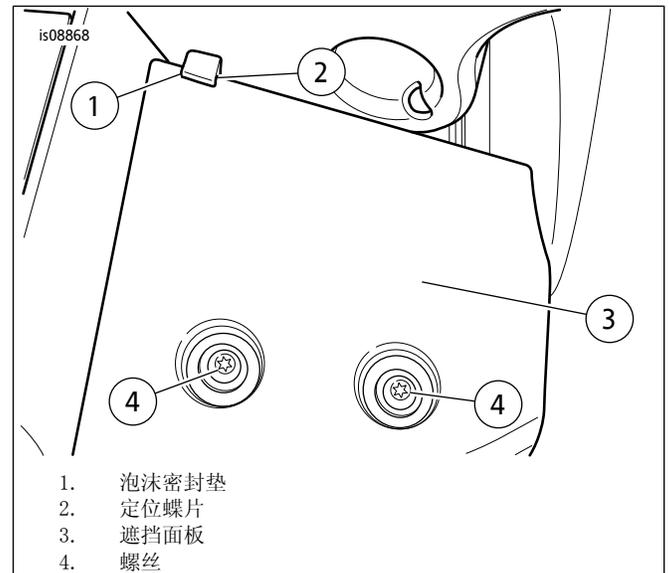

图9。遮挡面板和定位蝶片泡沫
10. 参见图9。沿着遮挡面板的定位蝶片(2)折叠一片修剪过的密封垫(1)。安装面板(3)。在螺丝(4)的洁净螺纹部分涂抹一滴Loctite 243-Blue(乐泰243-蓝色)。安装螺丝。拧紧。